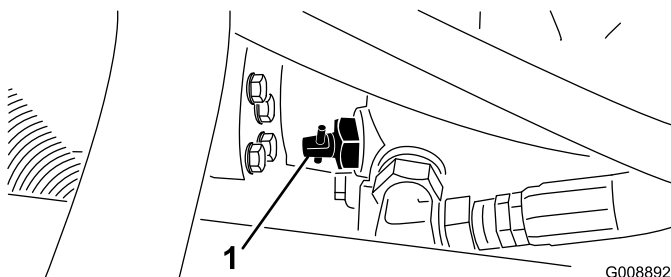

Bild 27
1. Ermitteln Sie das Sicherheitsventil an der Pumpe (Bild 27) und drehen Sie das Ventil um 90 Grad.